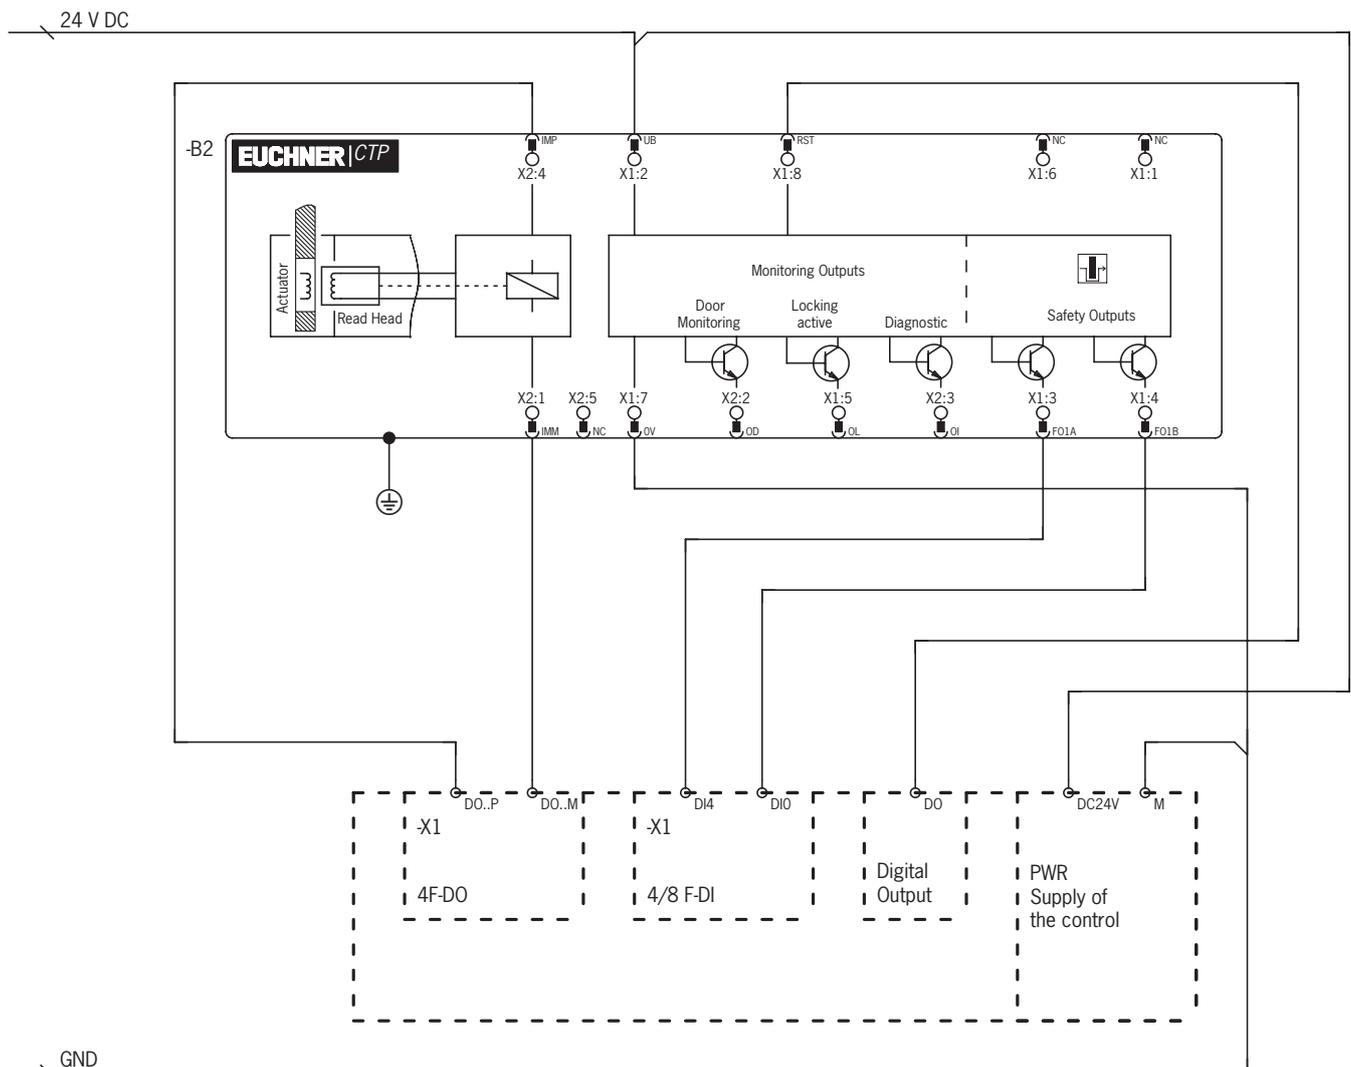

Figure 4 : Exemple de raccordement à ET200
- En cas de commande sur deux voies de la tension de l'électroaimant par des sorties de sécurité d'une commande/d'un automate, il convient de respecter les points suivants (voir aussi *Figure 4 à la page 20*) :